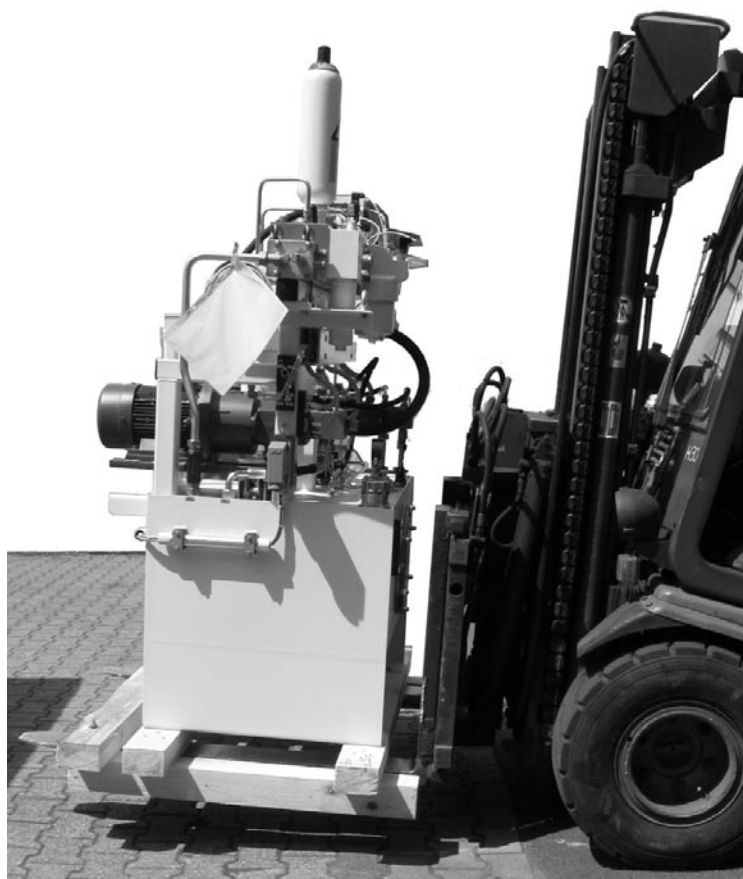

Fig. 4: Transport à l'aide d'un chariot à fourche
- ▶ Assurez que les composants rapportés au groupe hydraulique ne sont pas en contact avec les accessoires de levage et/ou le matériel de levage lors du transport (voir fig. 4).